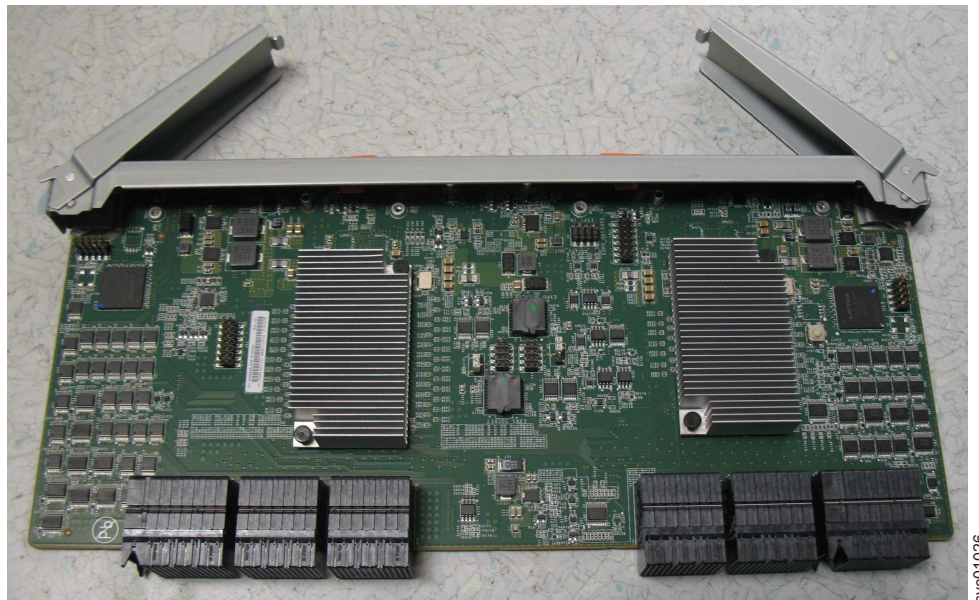

Рисунок 88. Открытие ручек вспомогательного модуля расширения
3. Поверните обе ручки на новом вспомогательном модуле расширения в открытое положение (см. рис. 88).